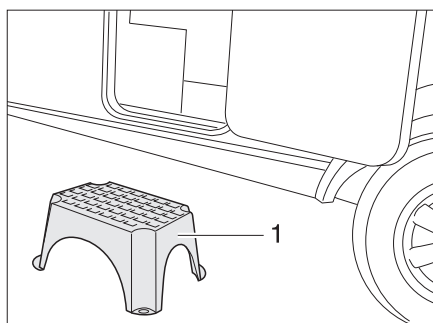

Fig. 17 Marchepied (amovible)
- Poser le marchepied (Fig. 17,1) devant l'entrée de la caravane.